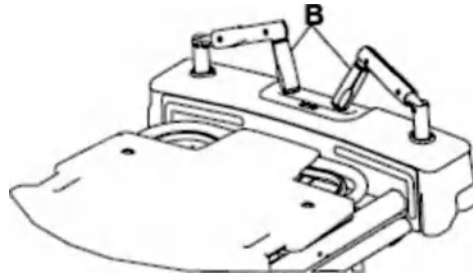

Рисунок 6 – Ручки привода Zoom в сложенном положении.
12. Переведите ручки в сложенное положение, потянув их вверх. Переведите ручки в сложенное положение (см. рис. 6).